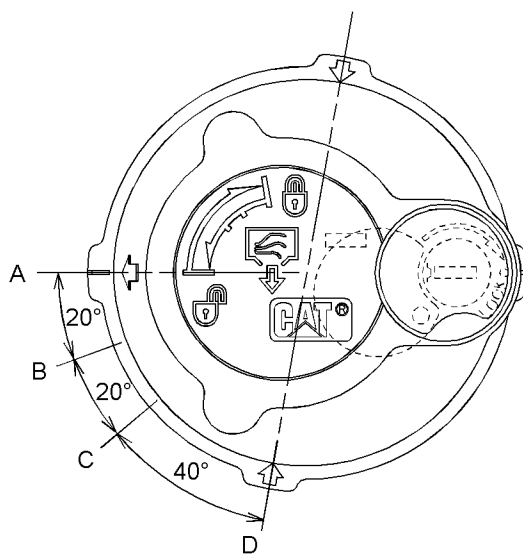

Ilustración 524
5. Suelte la presión que puede haber en el circuito hidráulico de retorno con el siguiente procedimiento. Consulte la Ilustración 524 para ver las posiciones de la tapa del tubo de llenado.
- a. Gire la tapa del tubo de llenado hacia la izquierda y mueva la flecha de la posición (A) a la posición (B).
- b. Suelte la presión durante un mínimo de 45 segundos moviendo la flecha de la posición (B) a la posición (C).
- c. Oprima la tapa del tubo de llenado hacia abajo y mueva la flecha de la posición (C) a la posición (D).